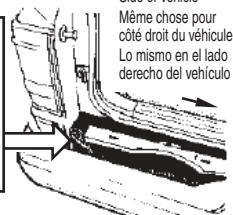

FIG. 2 Same for Right Side of Vehicle
Step 2 Locate the factory installed electrical connectors **A** Fig. 2 that joins the vehicle rear lighting system. They can be found behind the rear bumper.
Étape 2 Repérer les raccords électriques **A** installés en usine (fig. 2) des circuits électriques de feux arrière du véhicule. Ils sont situés derrière le pare-chocs arrière.
Paso 2 Ubique los conectores eléctricos instalados en fábrica **A** Fig. 2 que une el sistema de luces de la parte trasera del vehículo. Pueden encontrarse detrás del guardabarros trasero.